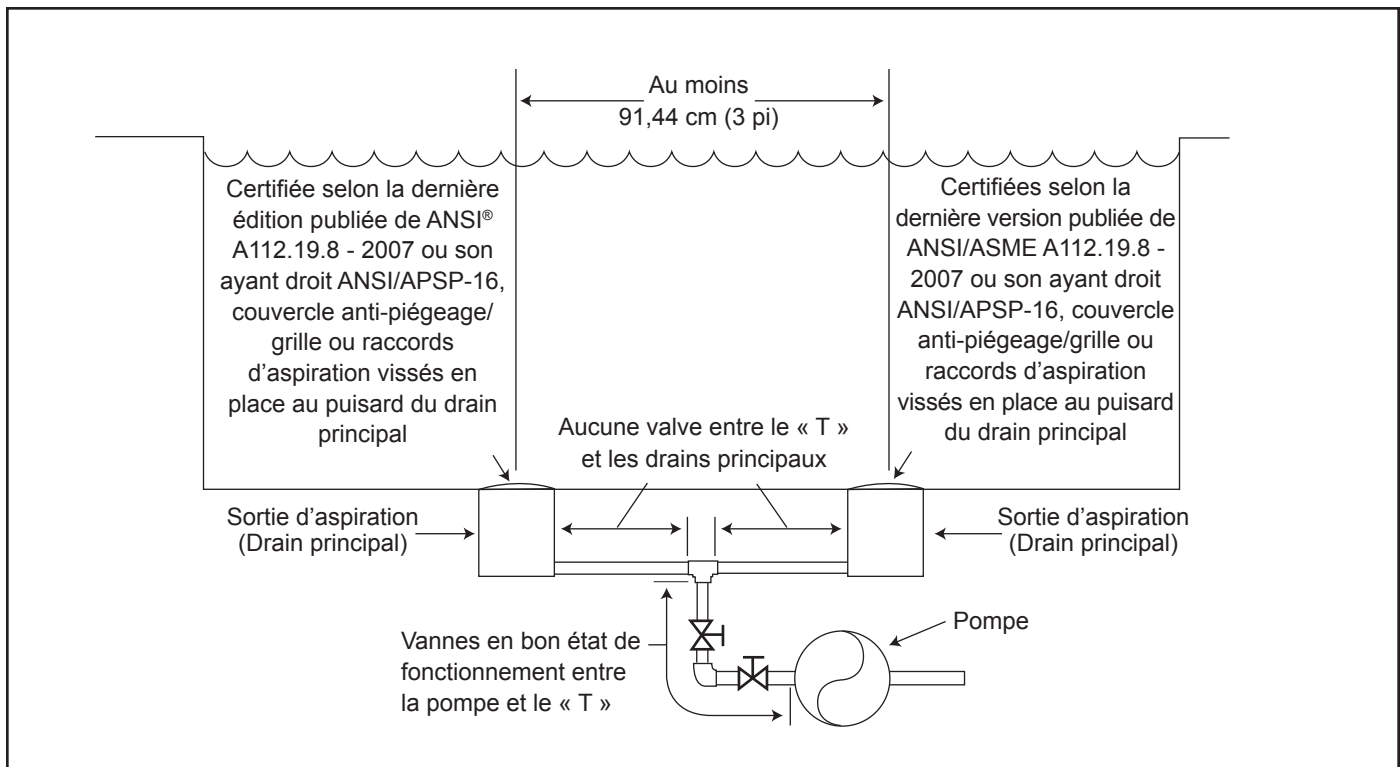

Figure 1. Nombre de sorties d'aspiration par pompe
Nombre de sorties d'aspiration par pompe – Fournir aux moins deux (2) drains principaux hydrauliquement équilibrés avec les couvercles, en tant que sorties d'aspiration pour chaque conduite d'aspiration de pompe. Les centres des drains principaux (sortie d'aspiration) sur n'importe quelle conduite d'aspiration doivent être situés à au moins 90 cm (3 pi) de distance, centre à centre. Voir la Figure 1.
Le système **doit** être construit pour inclure au moins deux (2) sorties d'aspiration (drains) raccordées à la pompe lorsqu'elle fonctionne. Cependant, si deux (2) drains principaux deviennent une seule conduite d'aspiration, celle-ci peut être dotée d'une valve qui verrouille les deux drains principaux de la pompe. Le système sera construit de manière à ne pas permettre un verrouillage séparé ou indépendant ni l'isolation de chaque drain. Voir la Figure 1. D'autres pompes peuvent être raccordées à une seule conduite d'aspiration tant que les exigences ci-dessus sont respectées.